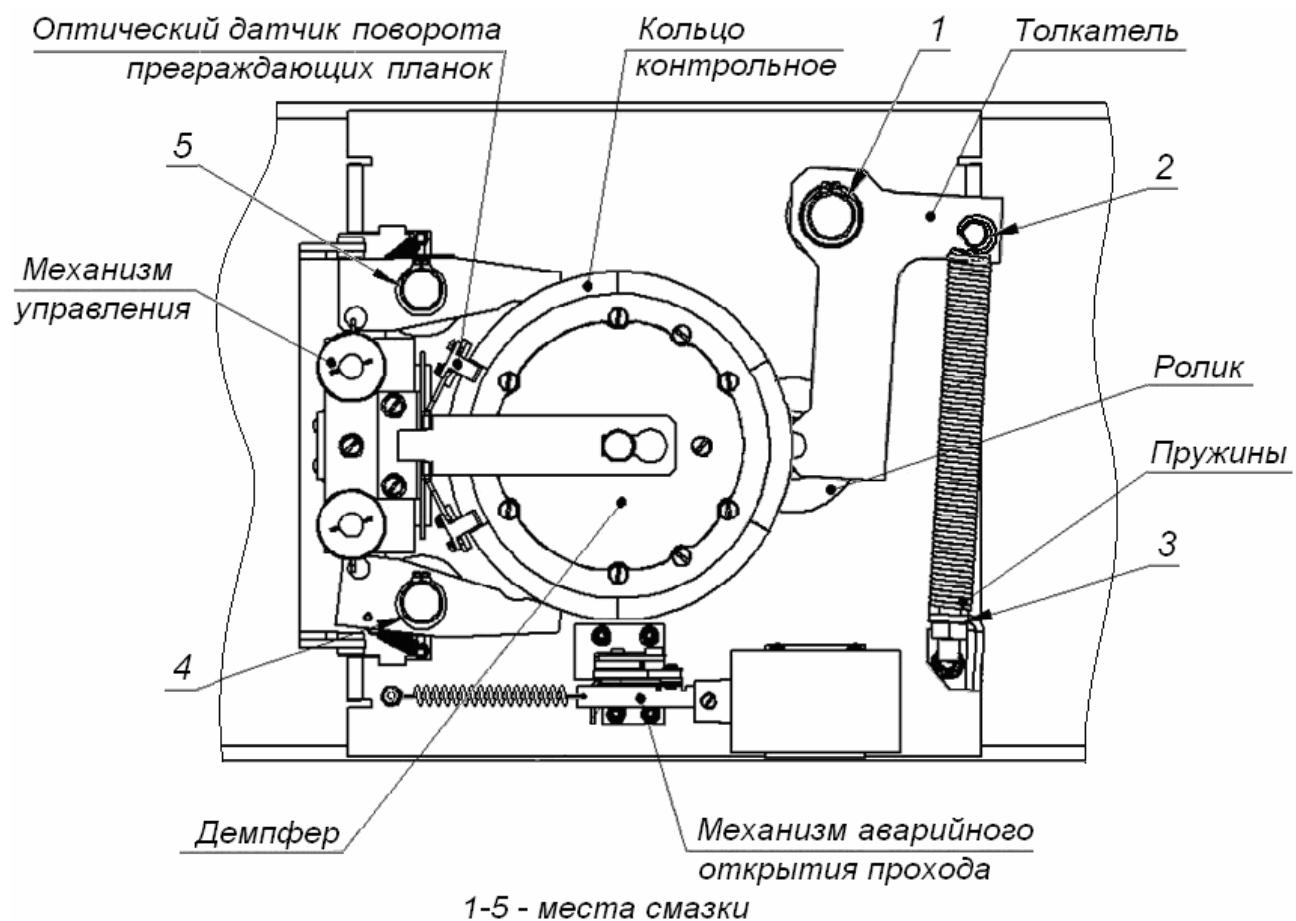

Рисунок 15. Расположение внутренних деталей и узлов стойки ЭП
4. Снимите крышку (3) в порядке, указанном в разд. 6. и положите ее на ровную устойчивую поверхность.
5. Осмотрите устройствоворота (толкател, пружины и ролик), оптические датчики поворота преграждающих планок и демптирующее устройство (см. рис. 15).
- смазкой **Chain and Rope Lube Spray - WEICON** оси вращения рычага толкателя (1, рис. 15) ролика и стопоров (4, 5, рис. 15);
- смазкой ШРУС-4 точки крепления пружинворота (2, 3, рис. 15),
12. Проверьте крепление преграждающих планок (4) в шарнирных узлах турникета и, при необходимости, подтяните крепежные винты.
14. Установите на место крышку (3) и зафиксируйте ее винтом.